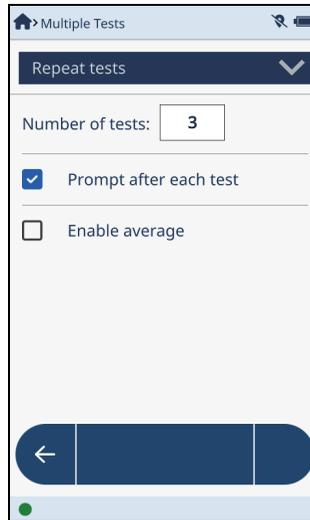

图 2-4 重复检测的设置
4. 点击**Number of Tests**（检测次数）框，并输入想要重复检测的次数（参见第27页的图 2-4）。
- ◆ 在**Multiple Tests**（多次检测）屏幕中，选择**Prompt After Each Test**（每次检测后提示）复选框（参见第27页的图 2-4）。